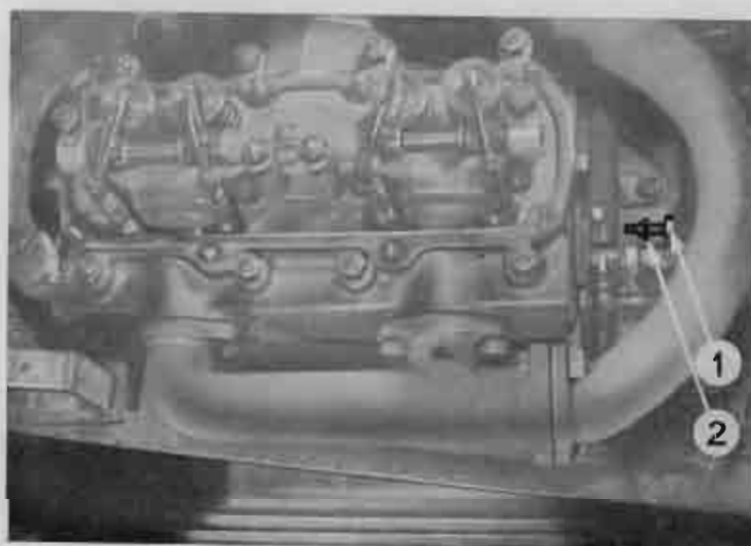

Fig. 40
Pour régler cette garde, débloquer le contre-écrou (1) (fig. 40) et tourner la vis (2) située à l'arrière du carter moteur dans le sens convenable jusqu'à obtenir la garde de 20 mm. Bloquer ensuite le contre-écrou.